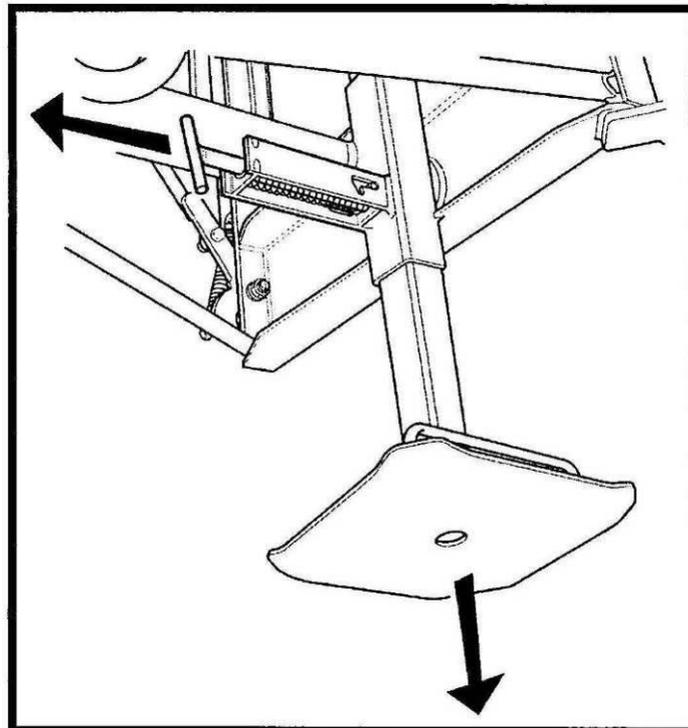

Abb.10
2: Gehen Sie zum Ende des Turmmittelabschnitts und ziehen Sie den Haltestift heraus, um die Fallstütze zu lösen. Wenn die Stütze auf dem Boden steht, ist der Haltestift in die nächste Bohrung zu schließen (Stellung 2, Abb. 10). Diese Seite des Auslegers kann jetzt vollständig geöffnet werden.
- 6: Nachdem der Ausleger vollständig ausgeklappt ist. Die Fallstütze anheben und sicherstellen, dass der Haltestift geschlossen ist (Seite 10, Abb. 10 - Stellung 2).
- 3: Die Fallstütze an der hohen Seite des Auslegers lösen, einen Abstand lassen, damit der Ausleger auf eine leicht zu handhabende Höhe sinken kann und den Haltestift sichern (Seite 10, Abb. 10).
**Hinweis: Es ist jederzeit und ausnahmslos sicherzustellen, dass sich die Stifte in der Stellung 2 befinden, wenn sie gesperrt sein müssen (Seite 10, Abb. 10).**
Kontrollieren, ob alle Feststellstifte vollständig geschlossen sind. Siehe dazu Seite 10 (Abb. 10).